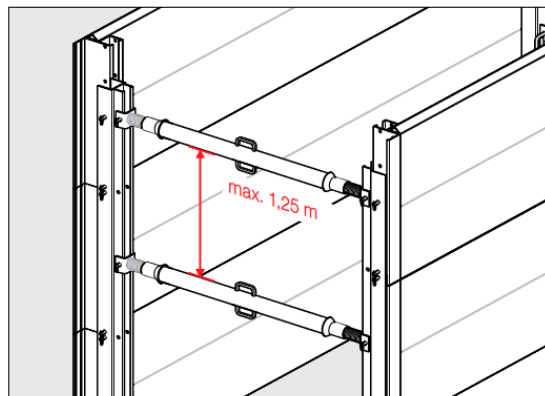

Abb. 5
- Zwei Kanalstreben dürfen in vertikaler Richtung nicht weiter als 1,25 m auseinander liegen (Abb. 5).